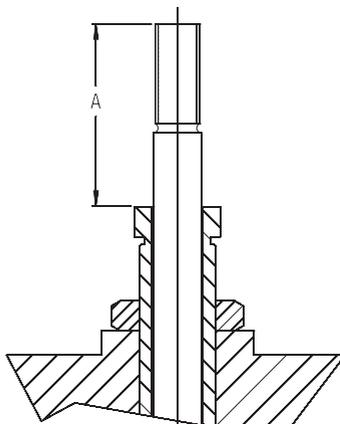

Figura 04
- 6.1.3 Anote a dimensão **A**, conforme **Figura 04**, esta informação será necessária para, posicionar o parafuso de regulagem (20) quando da remontagem da válvula.